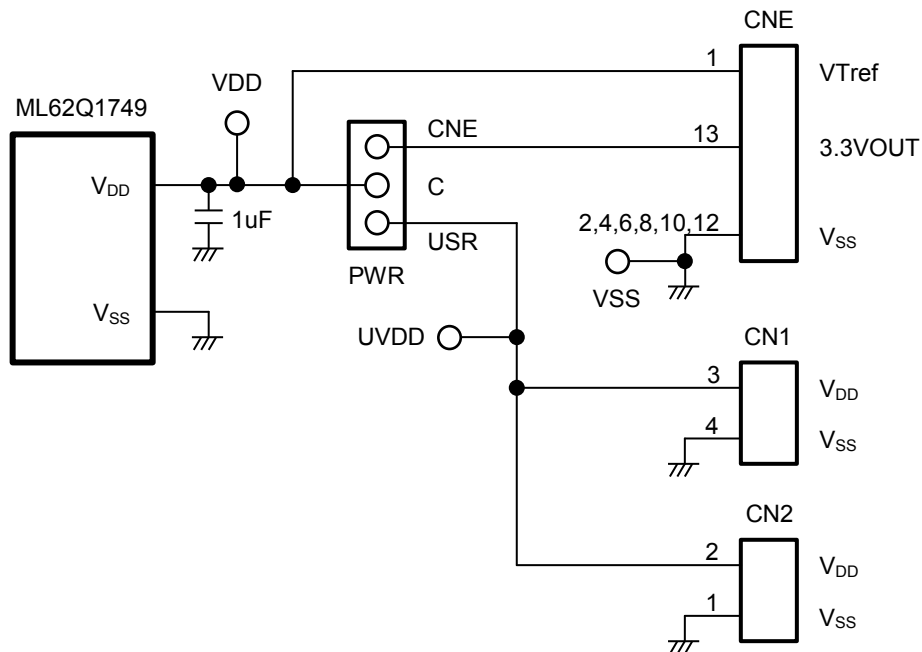

図 2 電源回路
1.2 ML62Q1749 Reference Board 外観図 2